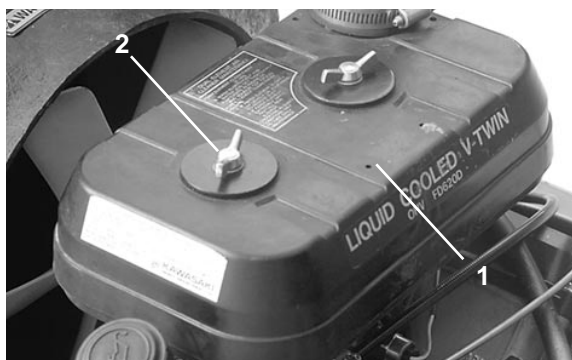

Bild 19
1. Die Flügelmuttern entfernen, mit denen der Luftfilterdeckel befestigt wird, und diesen abnehmen (Bild 19). Den Deckel gründlich reinigen.